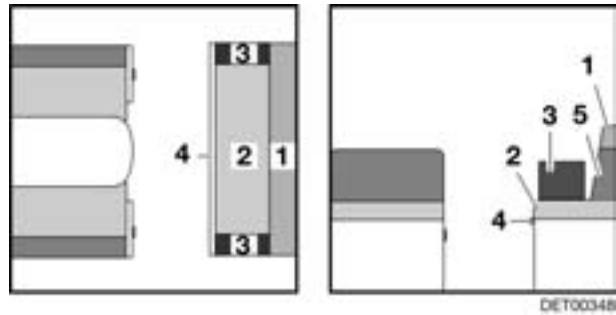

Bild 87 Vor dem Umbau
- Armlehnen (Bild 87,3) der Längssitzbank abnehmen und beiseite legen.